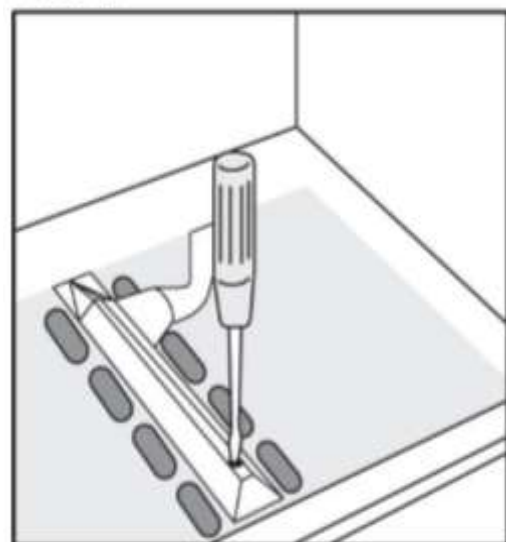

Рис. 10
- открутите винт (рис. 10), крепящий горелку, и снимите ее;